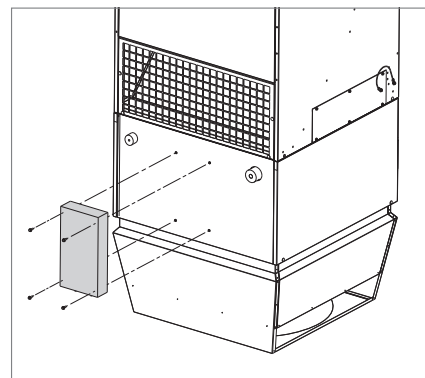

Fig. 35: Montage du kit VEE
- Visser le kit VEE sur l'élément sous-toiture comme décrit dans la Fig. 35.